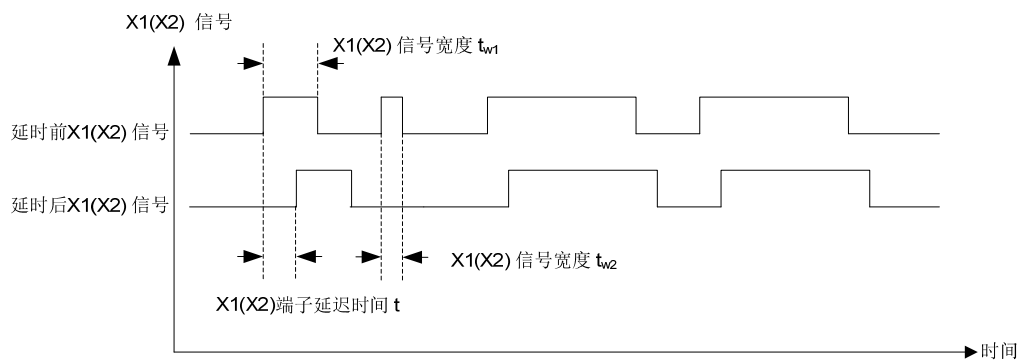

图 6-12 X1/X2 端子延时
**注：**只有当 X1（X2）信号的宽度大于 X1（X2）端子延迟时间 t 才可以被识别。如图 6-12 中  $t_{w1}$  被识别，而  $t_{w2}$  被忽略。